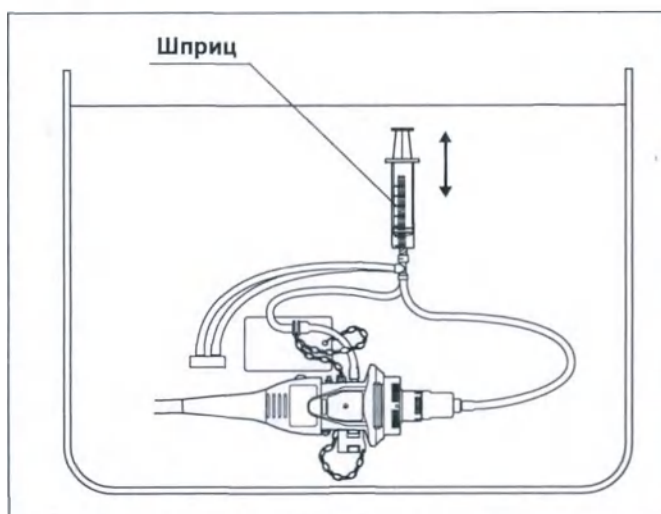

Рисунок 5.66
- 6 Полностью погрузив шприц в раствор дезинфицирующего средства, медленно оттяните поршень шприца, чтобы заполнить шприц раствором. Затем с усилием надавите на поршень, чтобы промыть канал подачи воздух/вода 90 мл раствора дезинфицирующего средства (т. е. прокачав содержимое шприца не менее трех раз). Убедитесь, что во время третьей промывки из дистального конца эндоскопа не выделяются пузырьки воздуха. (см. рис. 5.66)